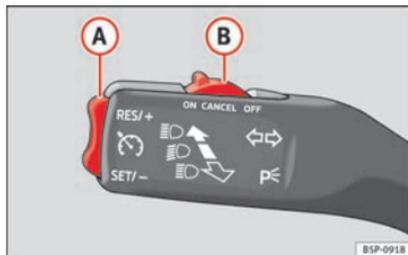

Fig. 136 Leva degli indicatori di direzione e degli abbaglianti: comando e tasto doppio del regolatore di velocità.
- Quando il veicolo raggiunge la velocità che si desidera impostare, premere una volta sulla parte inferiore del tasto **SET/-** » **fig. 136** **(A)**.
- Premere la parte superiore del tasto **RES/+** » **fig. 136** **(A)** per aumentare la velocità. La velocità sale finché si tiene premuto il tasto. Il sistema memorizza come parametro di riferimento la velocità raggiunta nel momento in cui si lascia andare il tasto.
- Premere la parte inferiore del tasto doppio **SET/-** » **fig. 136** **(A)** per ridurre la velocità. La velocità diminuirà automaticamente ed in maniera costante per tutto il tempo che si tiene premuto il tasto. Il sistema
Se si riduce la velocità schiacciando il pedale del freno, il regolatore si disattiva. Per riattivare il regolatore di velocità si deve premere una volta sulla parte superiore del tasto **RES/+** » » fig. 136 **(A)**.